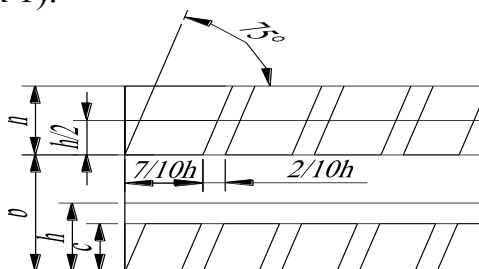

Рисунок 1 - Упрощенная сетка
2. Проводим все вспомогательные горизонтальные прямые линии, определяющие границы строчек шрифтов. Откладываем высоту шрифта (смотри рисунок 1).
3. На основаниях полученных строк откладываем отрезки, равные ширине букв, соответствующего шрифта, плюс отрезки равные расстоянию между буквами (смотри рисунок 1).
4. Проводим наклонные линии для сетки под углом  $75^\circ$  через концы полученных отрезков (смотри рисунок 1).
5. Для строчных букв проводим горизонтальную линию на высоте  $c$  (смотри рисунок 1).